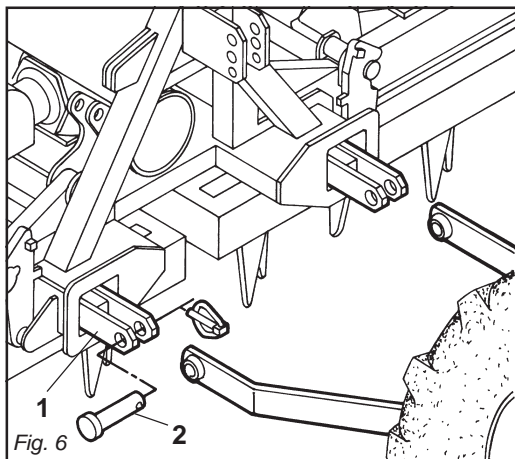

Fig. 6
- 1) Accostare le barre del sollevatore ponendole all'interno delle piastre (1 Fig. 6), inserire il perno (2 Fig. 6) nel foro predisposto e bloccare con le copiglie a scatto.
- 1) *Near the lift bars, setting them in the most suitable plates (1 Fig. 6). Insert the pin (2 Fig. 6) into the relative hole and lock in place with the snap-in split pins.*
- 1) Die Lenker des Krafthebers annähern und in die am besten geeigneten Platten schieben (1 Abb. 6). Den Bolzen (2 Abb. 6) in das Loch stecken und mit dem einrastenden Splint blockieren.
- 1) *Approchez les barres du relevage en les plaçant à l'intérieur des plaques les plus appropriées (1 Fig.6), introduisez l'axe (2 Fig. 6) dans le trou correspondant kdébloquez par les goupilles à encastrement.*
- 1) Acercar las barras del elevador poniéndolas dentro de las placas más indicadas (1 Fig. 6), introducir el perno (2 Fig. 6) en el orificio y bloquear con los pasadores de resorte.